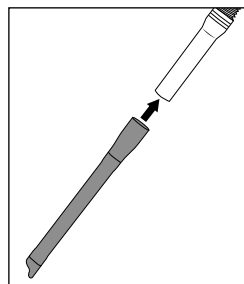

Fig. 11
- ◆ Monte la boquilla para juntas 22 en el tubo de aspiración 23, p. ej., para aspirar esquinas o juntas (consulte la fig. 11).